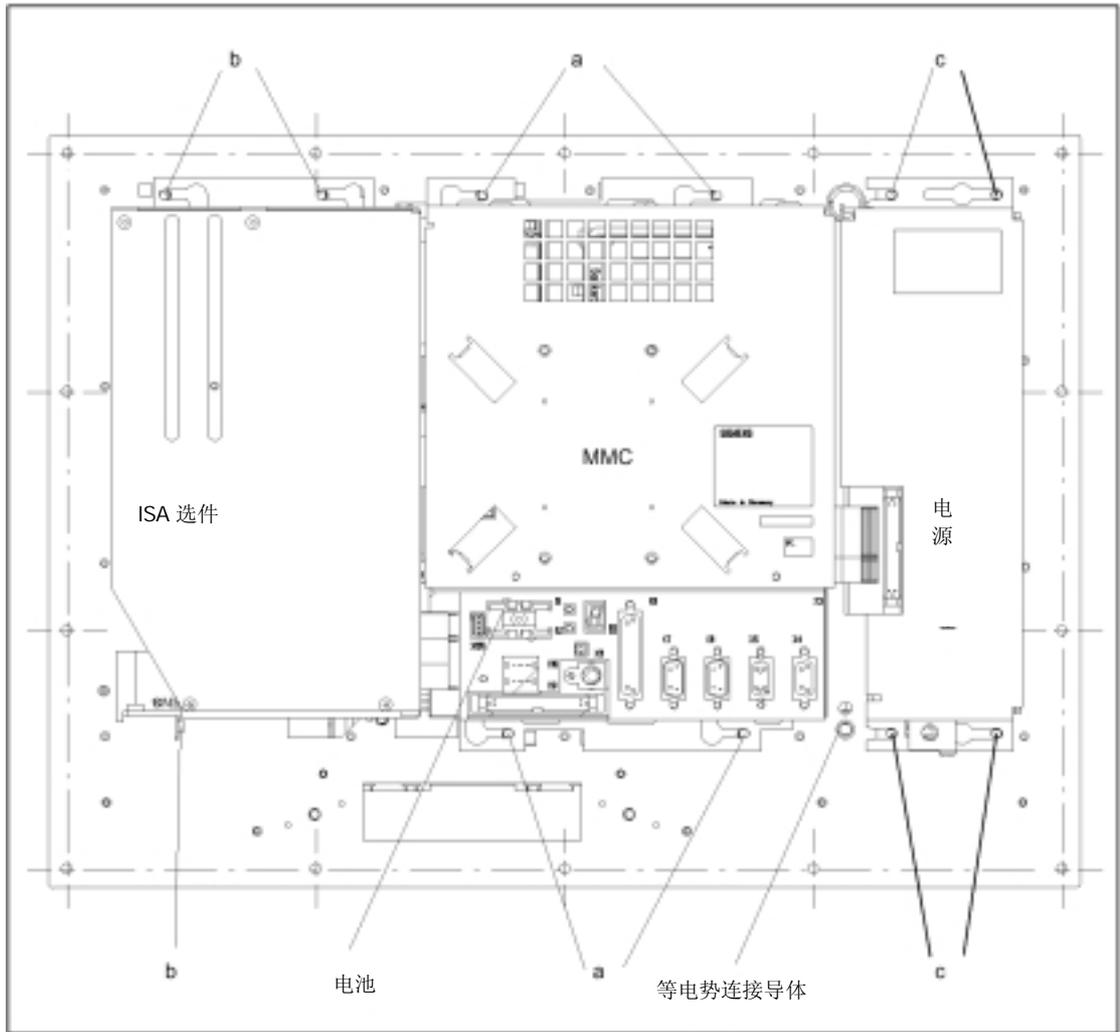

图 3-6 带各个部件的操作面板
- 我们建议使用 14 个 M4x10 的螺钉，带锁定簧片，用于固定操作面板。紧固扭矩 1.8Nm（订货号 6FC3988-7BJ10）。用一个 M5 Torx 螺钉把等电势导体固定在面板上（参见图 3-6）。
2. 松开操作面板背面的 4 个 M4x10 Torx 螺钉（a）（参见图 3-6）。
3. 把 MMC 模块挂在 4 个螺钉上，使接口 X4、X5 和 X6 向下（参见图 3-6）。
4. 把整个模块向左推，使总线插头插入到左侧的插头中（参见图 3-6）。
1. 把作为附件的 3 个 M4x10 Torx 螺钉安装到操作面板的背面（b），参见图 3-6。
1. 在电源单元下方已经有面板的 24V 电源端子（参见图 3-6）。
2. 用 3 个 M3 开槽螺钉把 24V 电源和等电势导体连接到 3 个端子（参见图 3-6）。
MMC 模块 MMC101/102/103 有一个备份电池。第一次安装调试时，电池连接电缆必须要插入到 X11（参见图 3-6）。